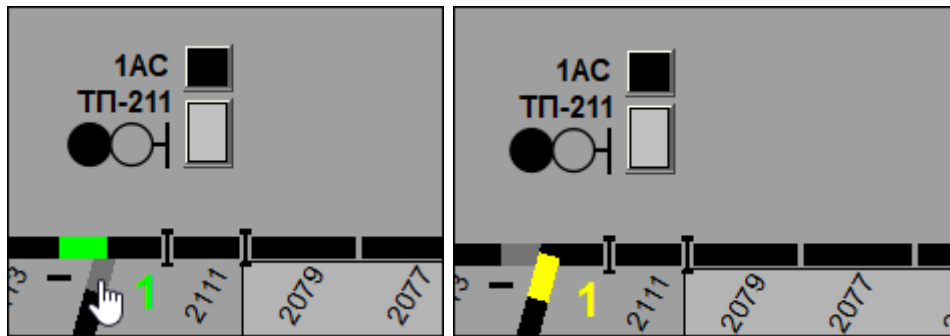
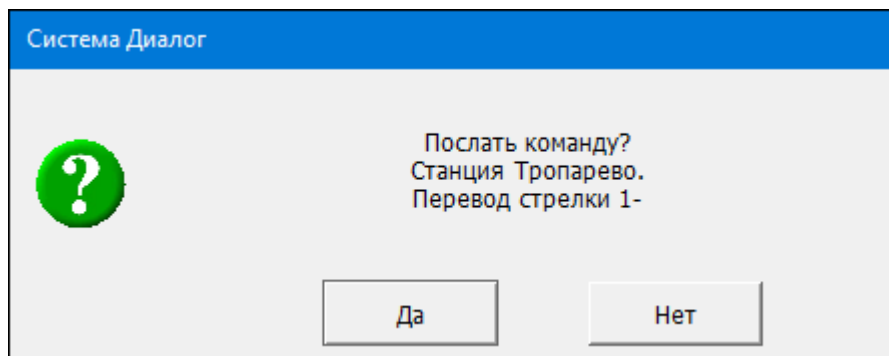

Рис. 3.9 Пример выполнения операции перевода стрелки
Рис. 3.10 Окно подтверждения команды
1. Нажать ЛКМ на отрезок плюсового или минусового положения стрелки (Рис. 3.9), появится окно подтверждения команды ТУ на перевод стрелки (Рис. 3.10).